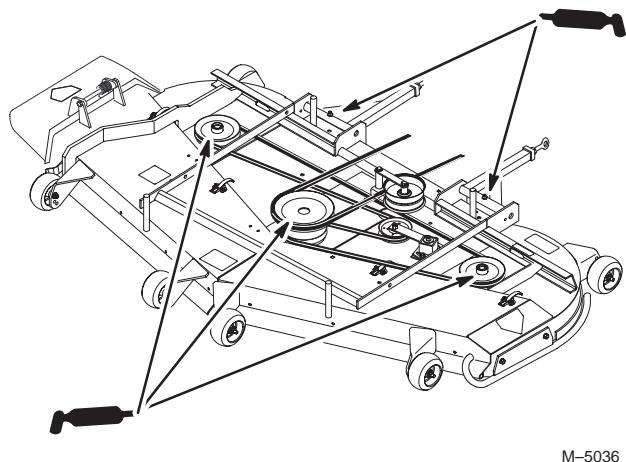

Figure 49
2. Lubrifiez les graisseurs des roulements des trois axes jusqu'à ce que la graisse sorte par les joints inférieurs (Fig. 49).
3. Lubrifiez les graisseurs des bras de poussée (Fig. 49).